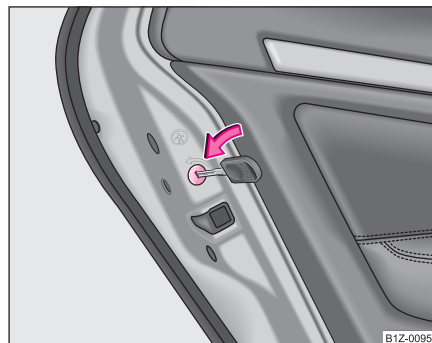

Fig. 26 Seguro para niños en las puertas traseras
- Gire con la llave del vehículo la ranura en la puerta trasera en el sentido de la flecha ⇒ fig. 26.